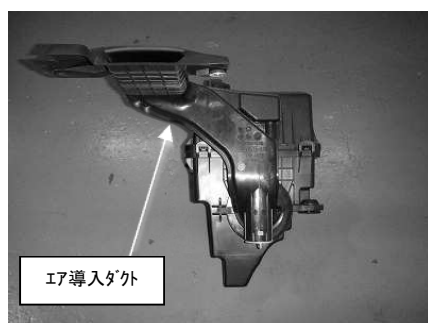

図 8
- 5) 取り外した純正クリーナーBOX からエア導入ダクトを取り外して下さい。図 8、9 参照